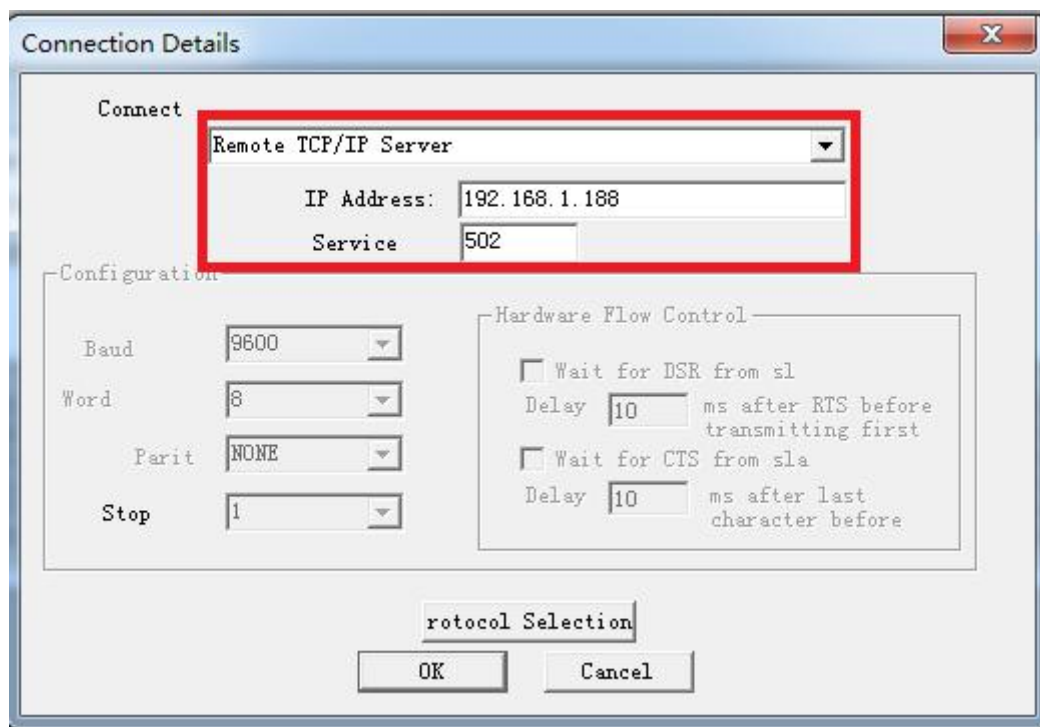

图 1
2. 选择菜单 Connection/Connect，选择 Remote TCP/IP Server，输入 RVNet-FX-S 的 IP 地址，Service 端口为 502；点击[OK]按钮，如图 1 所示。